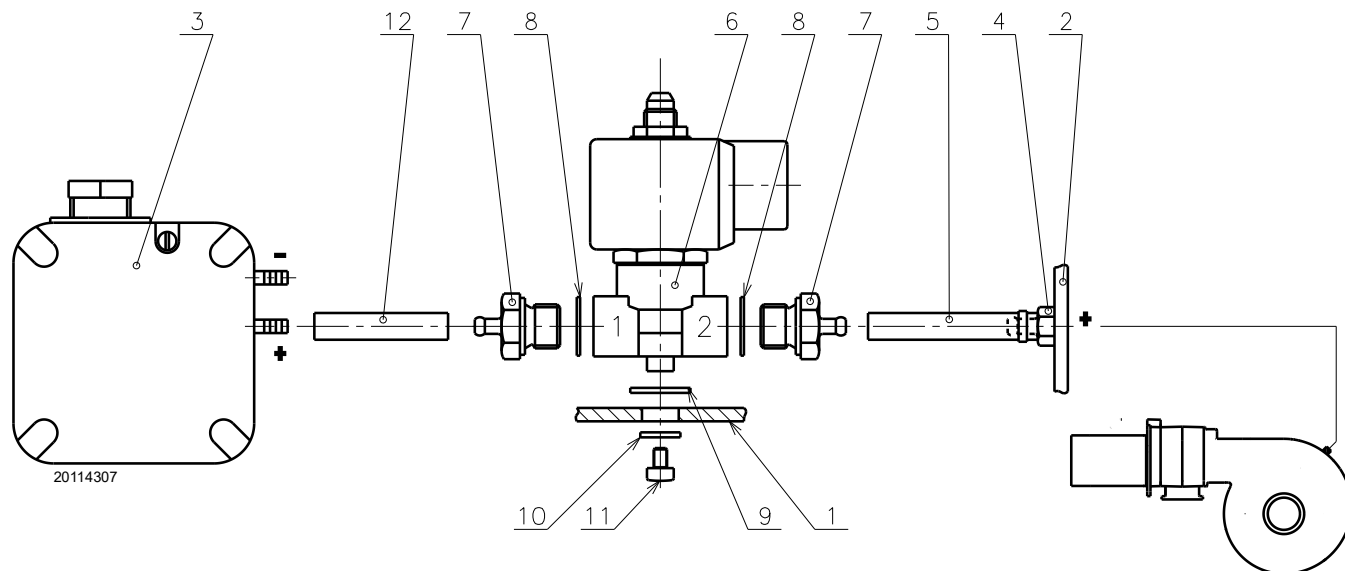

Fig. 1
- assembler les raccords 7)(Fig. 1) à la vanne 6) en intercalant les joints 8), puis fixer la vanne à l'aide de la vis 11), en intercalant les rondelles 9) et 10) fournies (voir exemples de fixation) ;